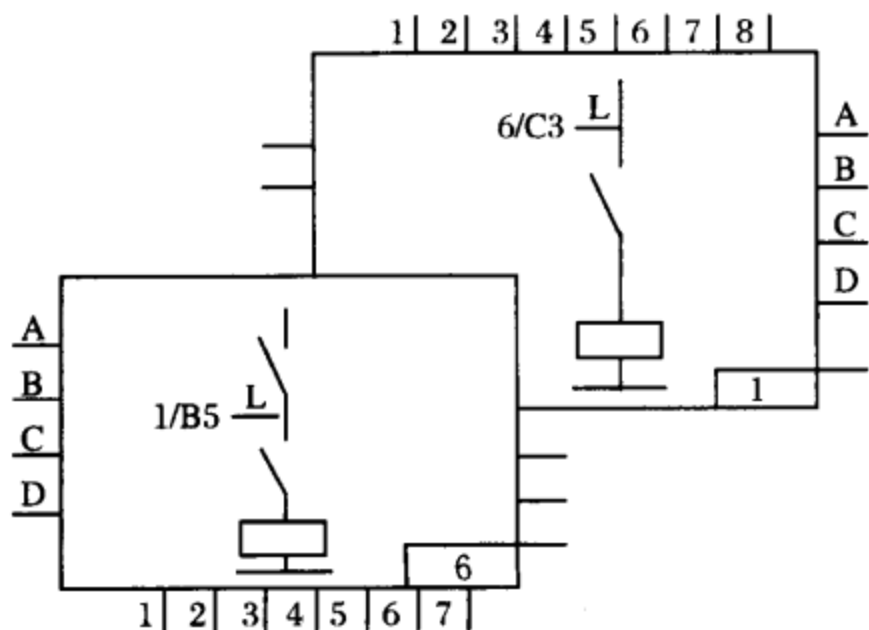

图 1-7 不同图面上连接的中断表示
③在某些情况下, 一条图线需要连接到另外的图上去, 则应采用中断线表示。如图 1-7 所示